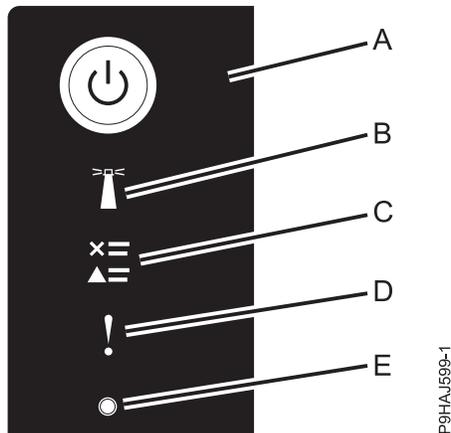

Abbildung 12. LEDs der Steuerkonsole
3. Drücken Sie den Netzschalter (**A**) auf der Steuerkonsole (siehe Abb. 12 auf Seite 24).